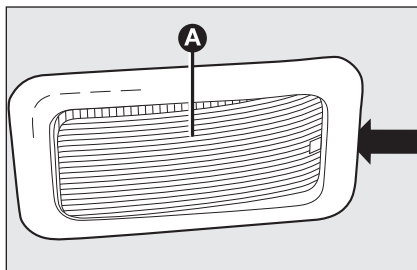

fig. 32
- ☐ con el destornillador suministrado, extraer la lámpara interior **A**-fig. 32 accionando en el punto indicado por la flecha;